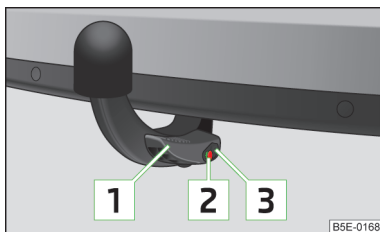

Fig. 145
- ✓ Maneta **1** se află sus de tot » fig. 145.